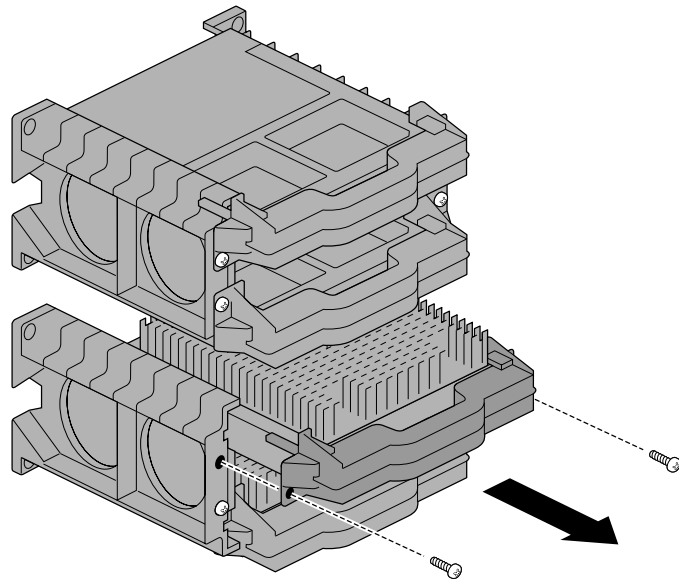

Figure 6-9 Retrait du processeur
6. À l'aide d'un tournevis Phillips, retirez les deux vis qui fixent le processeur au support, comme indiqué à la Figure 6-9.